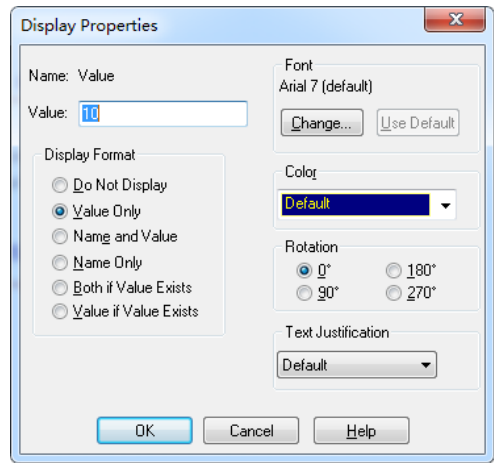

图 12 单项参数编辑修改对话框
- 1) 双击 1k（而非 R），进入 Display Properties，如图 12 所示。
无源元件属性参数修改：点击图 12 屏幕左下方的“Parts” 标签，再更改“Reference（元件序号）”或“Value(元件值)”列下的元器件参数即可。例如：欲将阻值为 5Ω 的 R1 改为 R2、阻值为 10k，则在 Reference 中键入“R2”，Value 中键入“10k”。